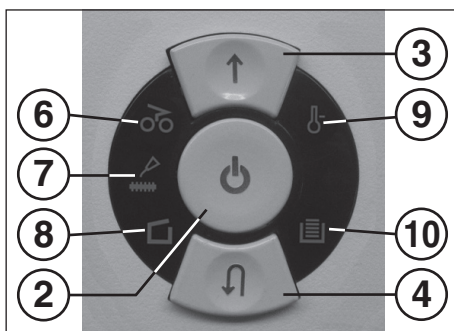

Fig. 1
- Botão das funções (Fig. 1)**
- Botão de avanço (Fig. 1)**
- Botão de retrocesso (Fig. 1)**
- Indicador de controlo (Fig. 1)**
7 = Indicador de controlo (Fig. 1)
8 = Indicador de controlo (Fig. 1)